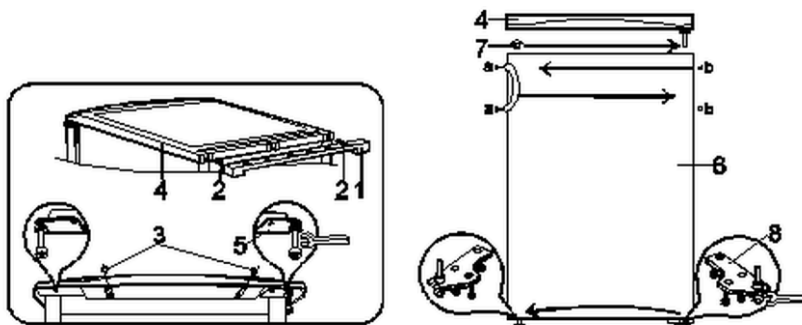

Abb. 5
1. Nehmen Sie die Stütze (1, Abb. 5) ab und drehen Sie die Schrauben (2) heraus.
2. Drehen Sie die beiden Schrauben (3) heraus, die die Deckplatte des Geräts halten.
3. Nehmen Sie die Deckplatte (4) ab.
4. Nehmen Sie die Halterung (5) samt dem Tragstift mit den aufgestülpten Unterlegscheiben ab.
5. Drehen Sie den Tragstift samt den Unterlegscheiben aus der Halterung (5) heraus und drehen Sie ihn in die andere Öffnung der Halterung (5) wieder ein.
6. Nehmen Sie die Tür (6) des Gerätes ab.
7. Entfernen Sie den Verschlussstopfen (7) aus der Tür und drücken Sie ihn in die Öffnung auf der gegenüberliegenden Seite.
8. Nehmen Sie die untere Halterung (8) samt dem Tragstift mit den aufgestülpten Unterlegscheiben ab. Drehen Sie den Tragstift gegen den Uhrzeigersinn heraus. Wenden Sie die Halterung (8) um 180° und drehen Sie den Tragstift wieder ein. Befestigen Sie die Halterung auf der Gegenseite.
9. Setzen Sie die Kühlschranktür auf dem Tragstift von Halterung (8) auf. Schrauben Sie die Halterung (5) samt dem Tragstift mit den aufgestülpten Unterlegscheiben fest.
10. Legen Sie die Deckplatte (4) auf.
11. Drehen Sie die Schrauben (2) und (3) fest ein.